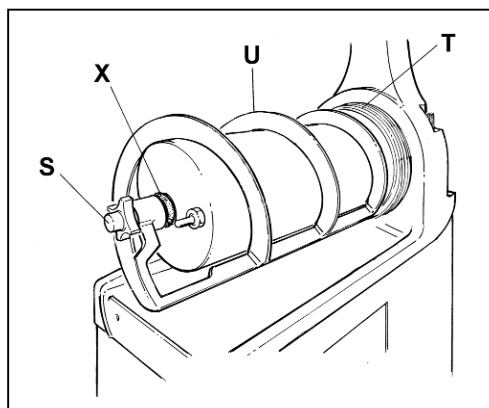

Fig. 14
- Dévisser le pommeau de fixation S dans le sens des aiguilles d'une montre (filetage gauche) et procéder à l'extraction du groupe de mélange U et des joints d'étanchéité X et T (voir fig.14).
-Procéder au remontage du groupe de mélange (fig.14) en vous conformant aux étapes suivantes: